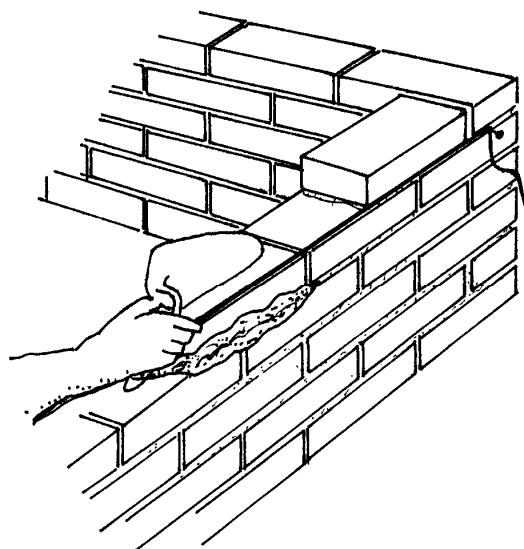

Figura 4.12 - Assentamento do tijolo
- 2º - Sobre a argamassa o tijolo e assentado com a face rente à linha, batendo e acertando com a colher conforme Figura 4.12.